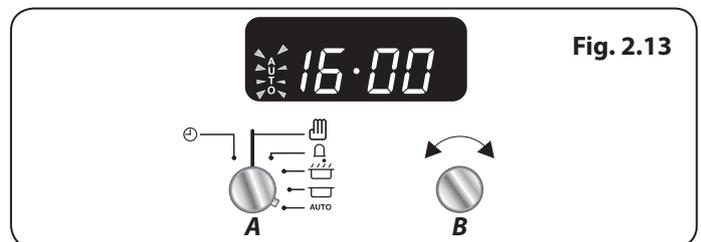

Fig. 2.13
6. Lorsque le programme démarre, le symbole de cuisson apparaît à l'écran. Une fois la durée écoulée, une alarme retentit et le four multifonction cesse de fonctionner. Le symbole de Cuisson disparaît et le mot **AUTO** clignote (**Fig. 2.13**).